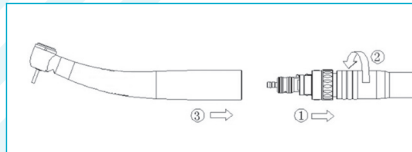

Fig. 6-9
- Vissez le coupleur à LED sur le cordon turbine (Fig. 6-9①).
- Serrez le bouchon fileté du cordon turbine à la main (Fig. 6-9②).
- Montez le dispositif médical avec précision sur le coupleur à LED jusqu'à ce qu'il se verrouille dans le dispositif médical en émettant un bruit (Fig. 6-9③).